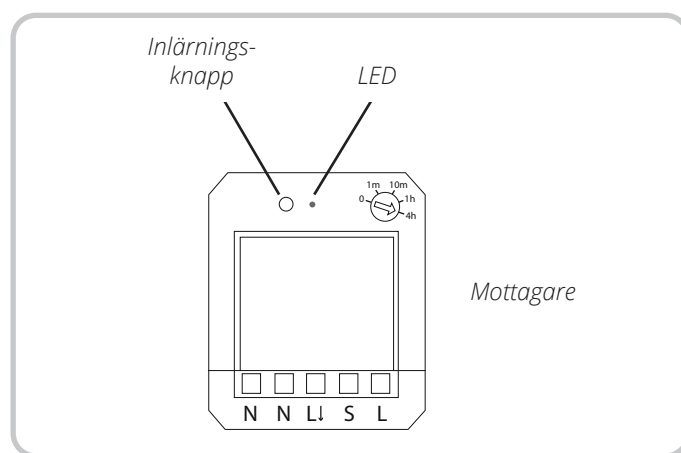

Fig. 9
- Tryck in mottagarens inlärningsknapp ca. 1 sek. Långsamt blinkande LED indikerar inlärningsläge (se fig. 9).
- LED på mottagaren blinkar snabbt för att indikera att inläringen har genomförts (se fig. 9).
- LED blinkar långsamt för att indikera inlärningsläge (se fig. 9)
- LED blinkar snabbt för att indikera att raderingen har genomförts (se fig. 9).
- LED blinkar långsamt i ca. 3 sek. (se fig. 9).
- Släpp upp inlärningsknappen och gör sedan ett kort tryck igen. Nu är alla minnesplatser raderade. (se fig. 9).
Inlärningsläget avbryts automatiskt efter 1 min. oberoende av om några inläringar har gjorts. LED slocknar (se fig. 9).
Inlärningsläget avbryts genom kort tryck på inlärningsknappen (<1 sek). LED slocknar (se fig. 9).